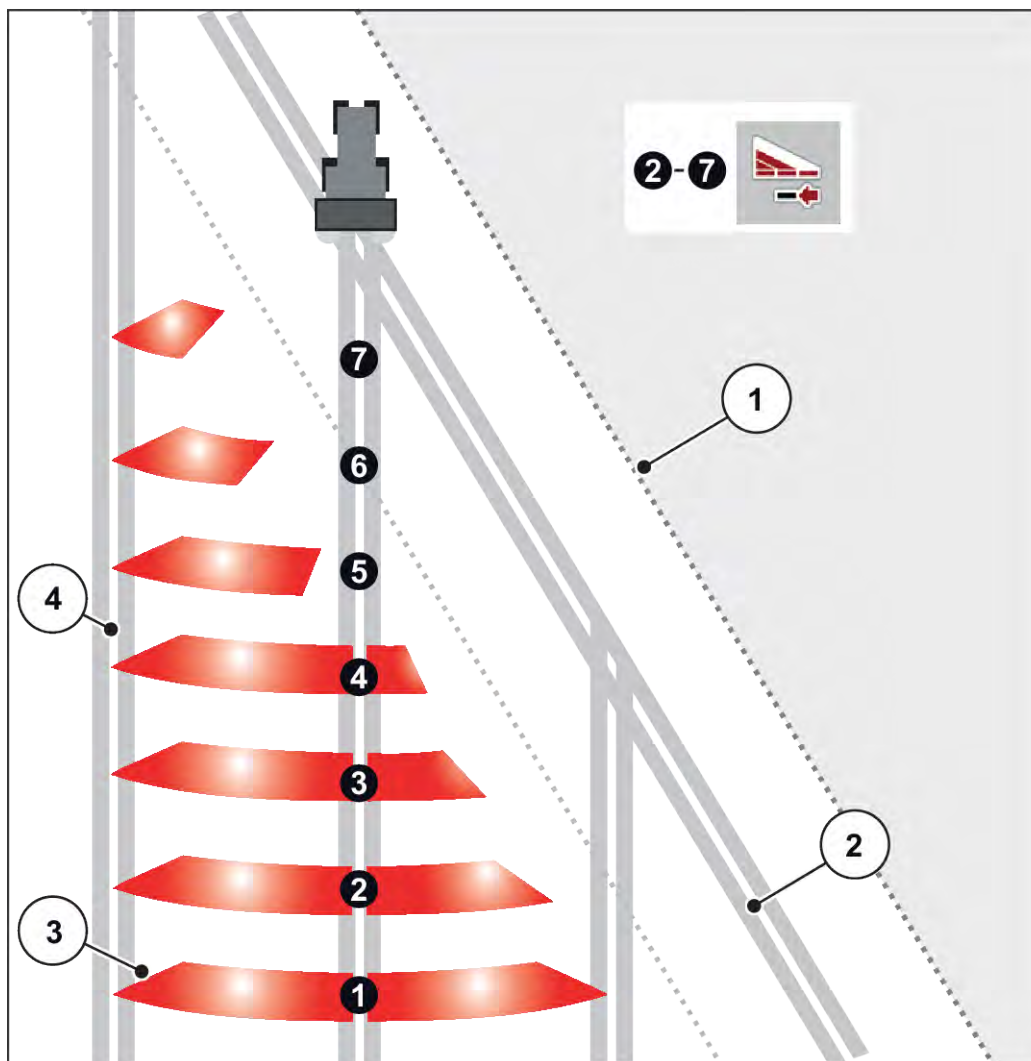

Fig. 41: Coupure de tronçons automatique
- La coupure de tronçons est possible de l'extérieur vers l'intérieur ou de l'intérieur vers l'extérieur. Voir Fig. 41 Coupure de tronçons automatique.